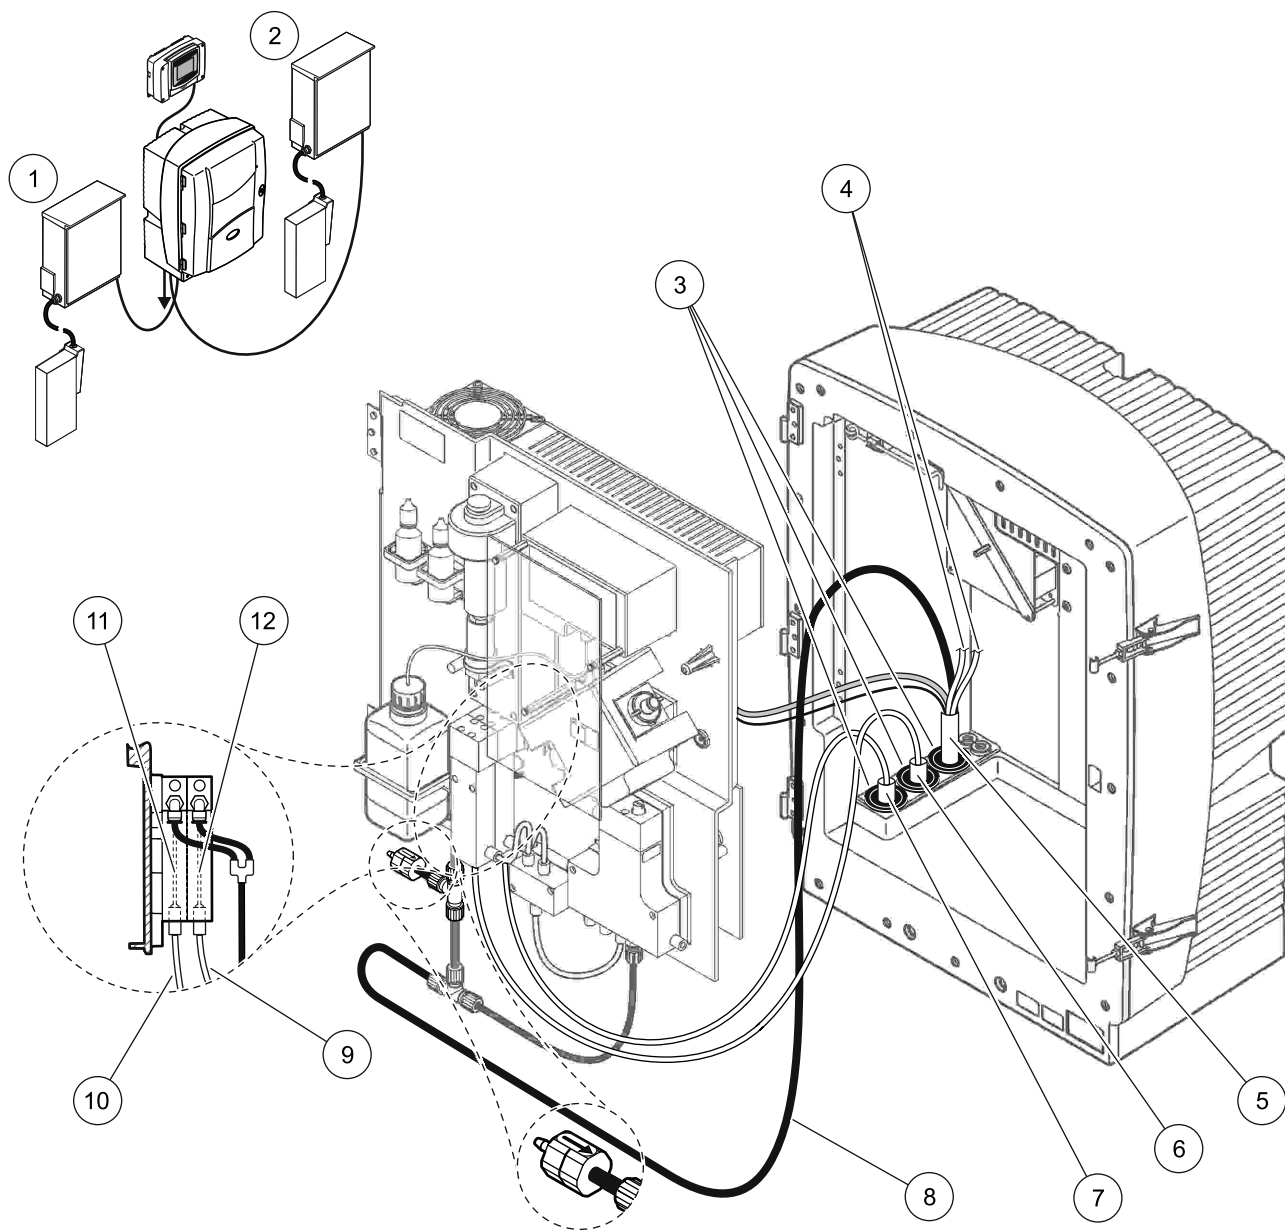

Figura 33 Configuração da Opção 5
Consulte Figura 33 na página 94 e as instruções a seguir, relativas à Opção 5:
2. Passe a mangueira aquecida do FILTRAX 1 pela abertura do analisador (Figura 33 na página 94, item 7). Use o Plugue de vedação No. 1 para prendê-la.
3. Passe a mangueira aquecida do FILTRAX 2 pela abertura do analisador (item 6). Use o Plugue de vedação No. 1 para prendê-la.
4. Passe a mangueira do dreno aquecido pelo analisador (item 5). Use o Plugue de vedação No. 1 para prendê-la.